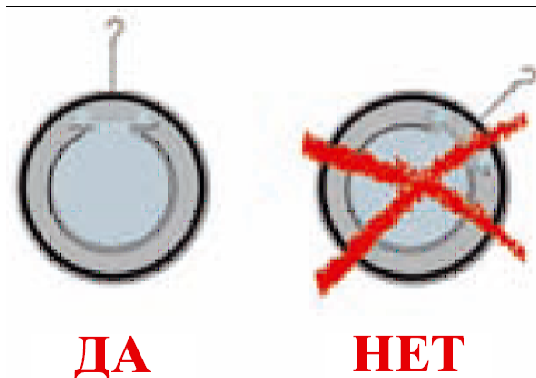

Рис. 2
-При монтаже на горизонтальных участках трубопровода, ось клапана должна быть в горизонтальном направлении (см рис. 2).